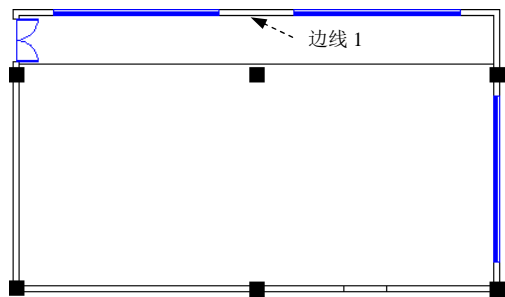

图 17.12.31 偏移直线
Step1. 选择 **修改(M)** \rightarrow **偏移(O)** 命令，选取图 17.12.31 所示的边线 1 为要偏移的直线 1，向下偏移的距离为 1715，通过编辑命令将偏移出的直线拉长至合适的位置，完成后如图 17.12.31 所示。